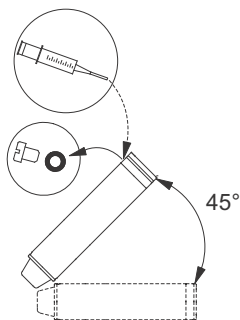

Fig. 4 Position du moteur pendant le remplissage, MS 6000C
- Si le moteur a été stocké, vérifier le niveau du liquide avant l'installation du moteur à la pompe. Voir fig. 4 ;
- Lors de la maintenance, vérifier le niveau du liquide. Voir fig. 4.
1. Positionner la pompe submersible comme indiqué à la fig. 4.
3. Injecter le liquide dans le moteur à l'aide d'une seringue de remplissage, voir fig. 4, jusqu'à ce que le liquide déborde de l'orifice ;